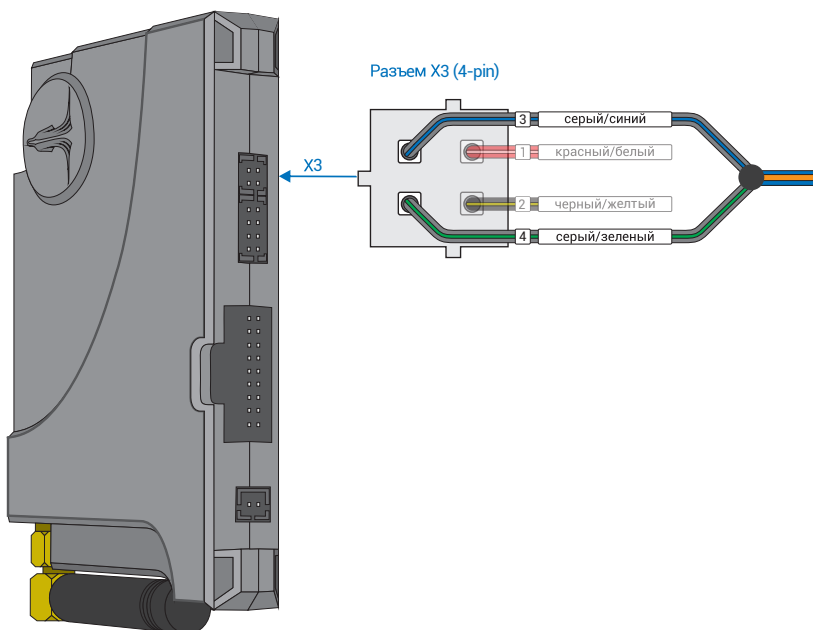

Рис.1 Призрак-8xx
3. Объедините между собой серый/синий провод (контакт №3) и серый/зеленый провод (контакт №4), находящиеся в разъеме X3 (см. рис.1). Подключите их к шине данных а/м: синий/оранжевый провод (контакт №15) за левой кик панелью в черном разъеме (см. рис. 2-3).